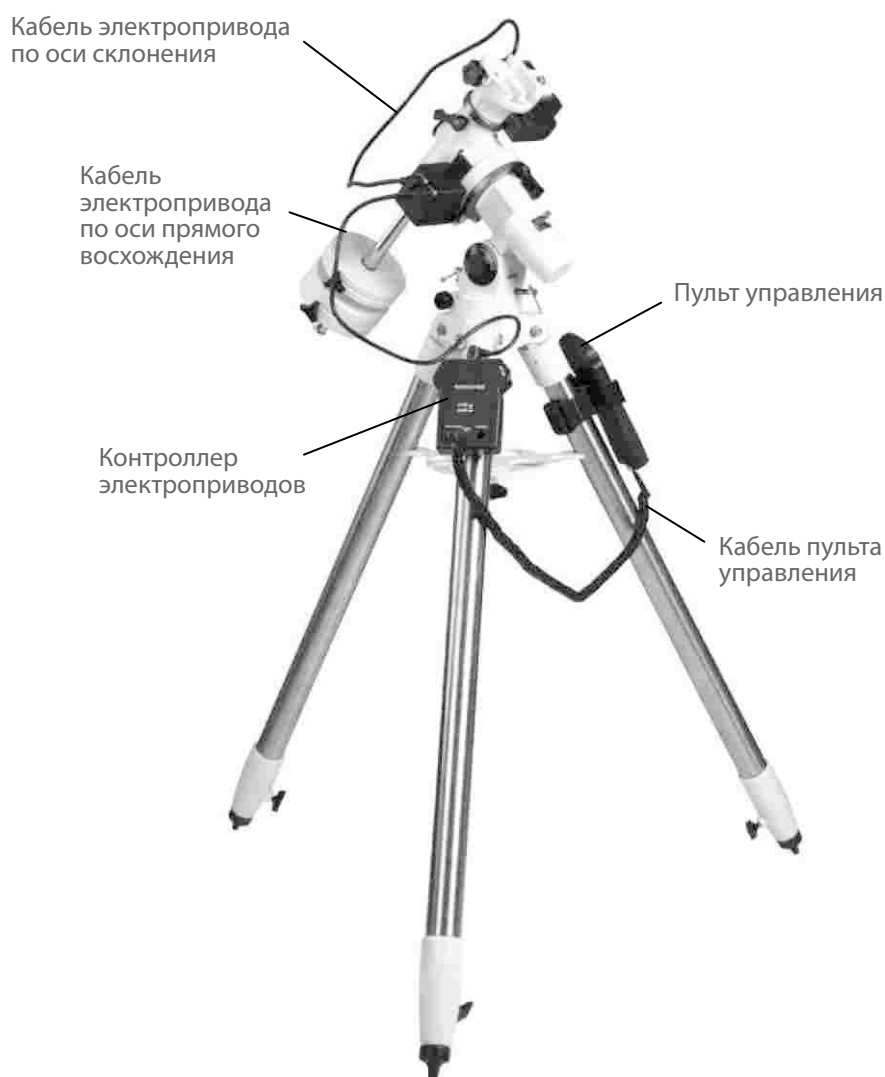

Рис. 8
1.6 Установка компонентов системы автонаведения (только для модели EQM-35 PRO SynScan GOTO) (рис. 8)